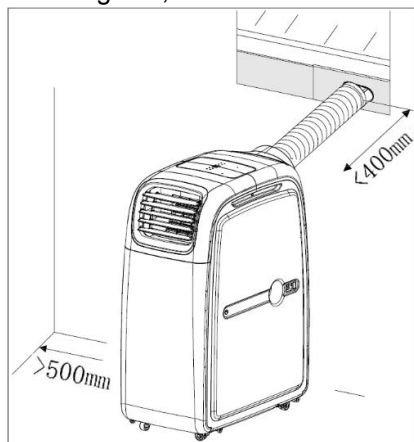

Fig. 1
- Coloque o aparelho numa superfície plana, perto de uma tomada adequada, mantendo, no entanto, uma distância de pelo menos 50 cm entre o lado do filtro e outros objetos. O tubo de exaustão deve ficar direito e não deve ter um comprimento superior a 40 cm (ver Fig. 1).